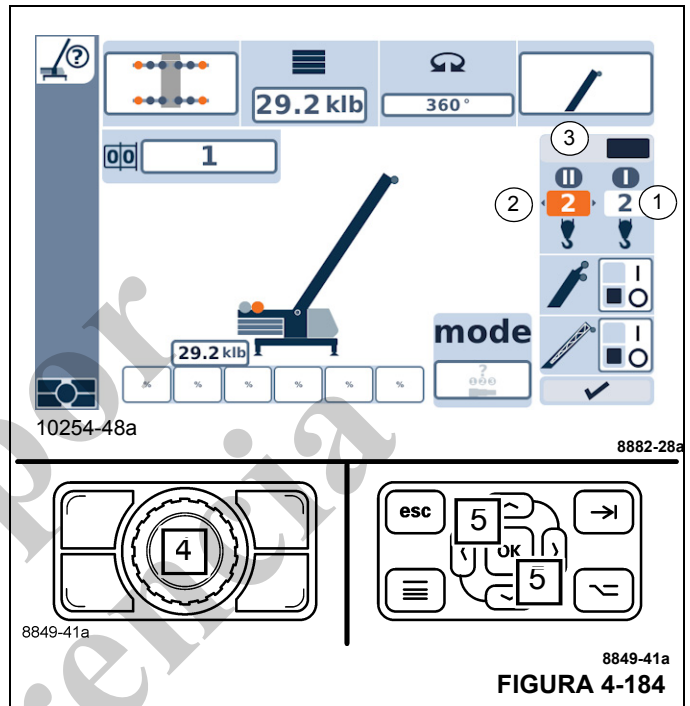

FIGURA 4-184
- Coloque la barra deslizante (3, Figura 4-184) sobre la parte superior del malacate que se va a utilizar. La captura de pantalla de ejemplo en Figura 4-184 muestra que el malacate auxiliar está seleccionado.
- Use los botones (4, Figura 4-184) o (5) para seleccionar el enhebrado de aparejo.